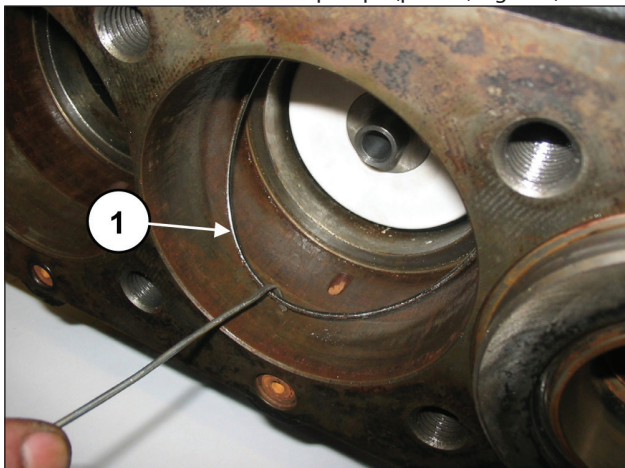

Fig. 160
Rimuovere l'O-ring di fondo supporto guarnizione qualora rimanesse all'interno del carter pompa (pos. ①, Fig. 160).